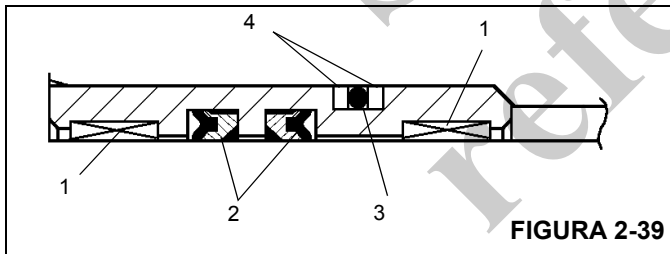

FIGURA 2-39
2. Instale el anillo "O" y anillos de respaldo en el exterior del retenedor de sellos y los sellos profundos en Z de varilla y anillos de desgaste en el interior del retenedor de sellos (Figura 2-39).